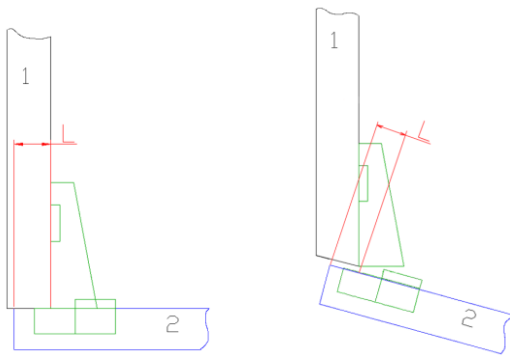

Рис. 11.40 Варианты установки внешних петель
- петли для наружных фасадов (см. рис. 11.40 стр. 453),
- **L** в базе петель для наружных фасадов – расстояние от ребра плоскости фасада, на которую установлена чашка петли до линии пересечения плоскости фасада с плоскостью боковины тумбы, см. рис. 11.40 стр. 453.
- Для внутренних и внешних петель отверстия на боковине тумбы задаются от линии пересечения плоскости фасада (на которую установлена чашка петли) с плоскостью боковины тумбы (на которую установлена ответная планка петли) см. рис. 11.40, 11.41, стр. 453.
- Для внутренних и внешних петель отверстия на фасаде задается от линии пересечения плоскости фасада (на которую установлена чашка петли) с плоскостью боковины тумбы, на которую установлена ответная планка петли, если активизирована настройка **Сервис >> Настройка >> Блоки, фурнитура, крепеж >> Настройка “Отсчет обработки на фасадах от линии пересечения плоск. (иначе от ребра)”**. Если настройка отключена, то обработка на фасадах задается от ребра фасада, см. рис. 11.40, 11.41, стр. 453.